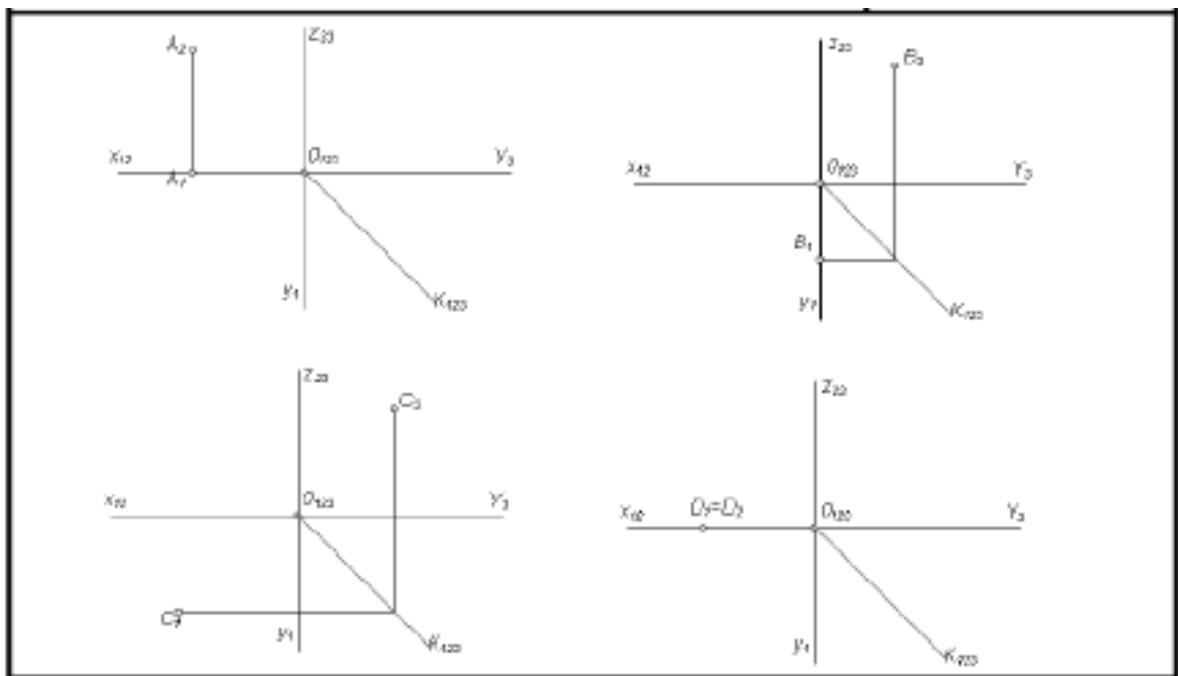

Рис. 2. – завдання № 1б.
5. Наступне завдання № 1 б – рис. 2, виконують аналогічно за допомогою прямої К₁₂₃.